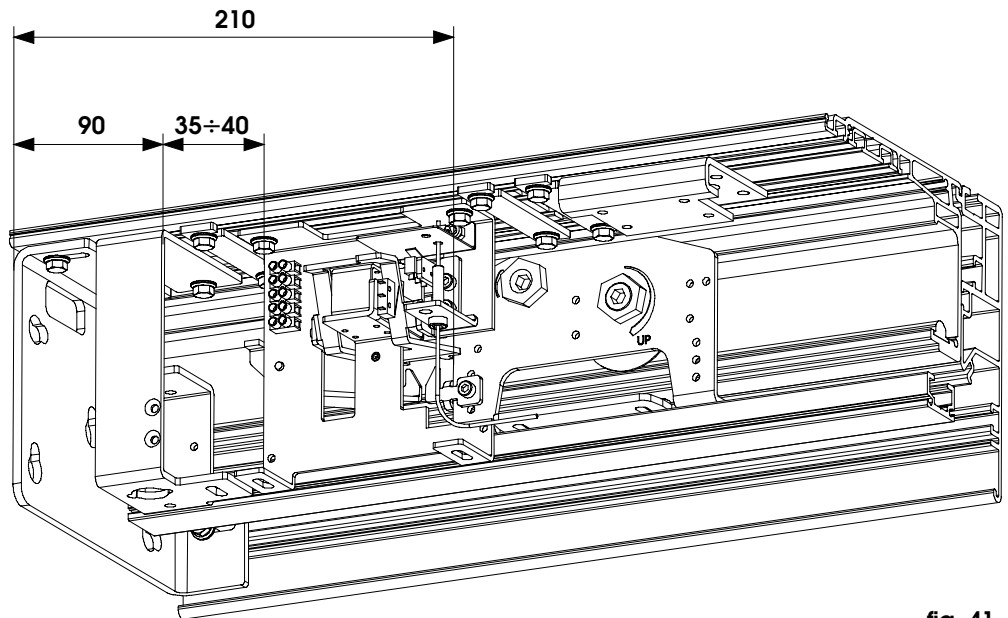

fig. 41
- Le verrou pour la porte à un seul vantail est assemblé à un morceau de profil d'actionnement et est fixé à la poutre avec 2 pattes; pour le positionnement, se reporter à la fig. 40 (porte sans pattes latérales) et fig. 41 (porte avec pattes latérales).